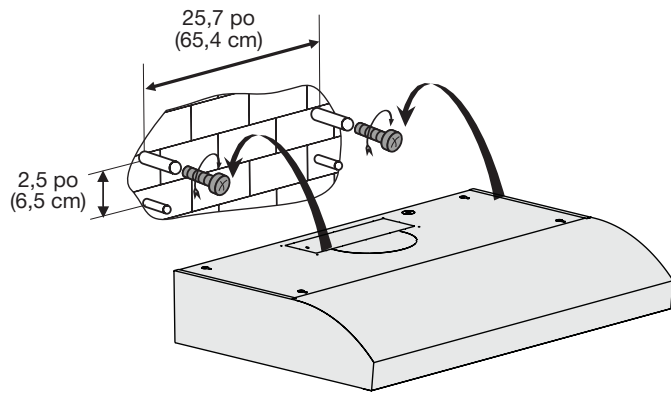

Figure 14
- Marquer la position de montage ou y percer quatre trous Ø 8 mm selon les dimensions indiquées dans les schémas ci-dessous (Figure 14).